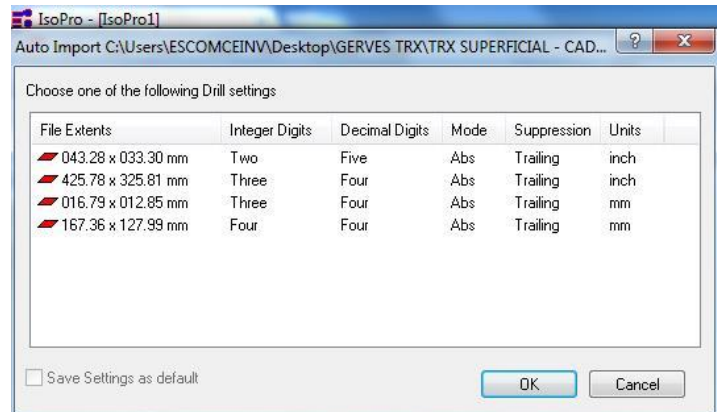

Figura 71. Selección de la dimensión de la PCB.
7. Seleccione las dimensiones de la PCB en la ventana que se genera como se muestra en la figura 71, para este caso particular 43.20x 33.30 mm.